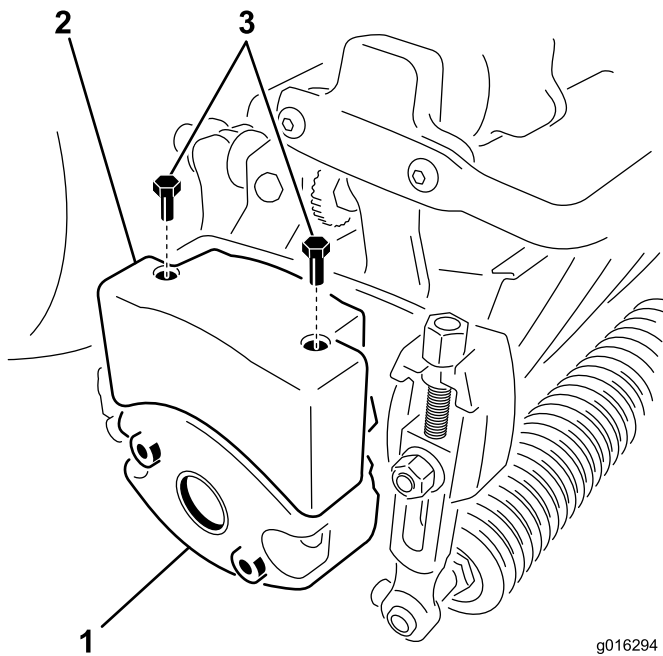

Figura 10
4. Retire los 2 pernos que sujetan el peso al costado de la unidad de corte. (Figura 10)